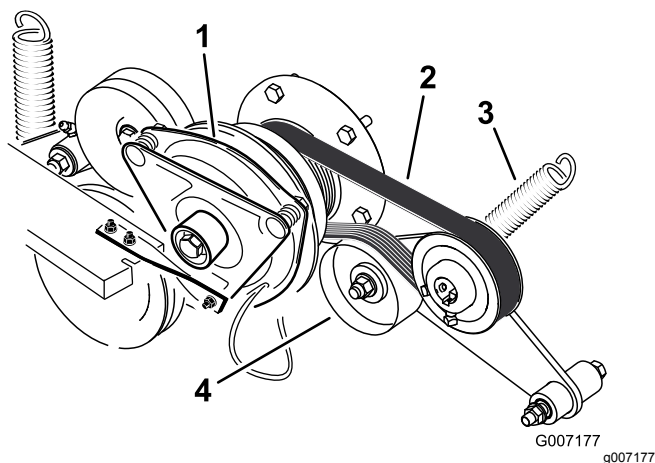

Figure 90
3. Décrochez le ressort du bras de la poulie de tension (Figure 90).
4. Montez la courroie neuve sur les poulies du moteur et des pompes hydrauliques (Figure 90).
6. Raccrochez le ressort au bras de la poulie de tension (Figure 90).